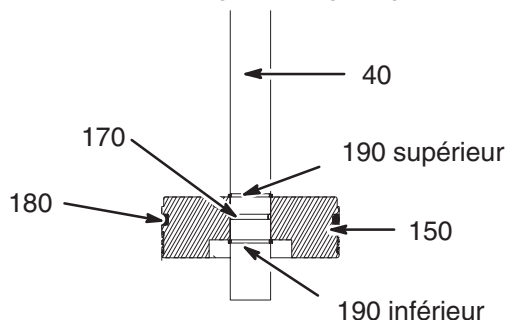

Fig. 22
11. Entretien du piston à tige de levage (Fig. 22):
- b. Détacher le piston (150) de la tige de levage (40) et examiner son état. Le remplacer par un neuf si nécessaire.
- c. Enlever les 2 joints toriques usagés ((170) et (180) de la Fig. 22) à l'intérieur et à l'extérieur du piston. Les remplacer par des joints neufs.
- e. Refixer le piston (150) sur la tige de levage (40). Le positionner contre la bague de retenue supérieure.
- f. Remettre la bague de retenue inférieure (190) du piston dans sa gorge, entre le fond du piston et l'extrémité de la tige de levage.
12. Remettre la tige de levage (40) dans le vérin.